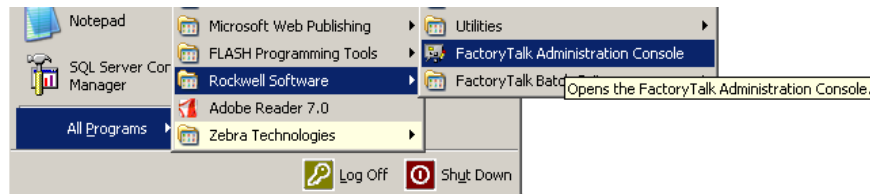

Figura 20. Acceso a FT Administrator Console
- Abra la consola de administración de FactoryTalk (*FactoryTalk Administration Console*) en la siguiente ruta: Start / All Programs / Rockwell Software /FactoryTalk Administration Console. Ver Figura 20.